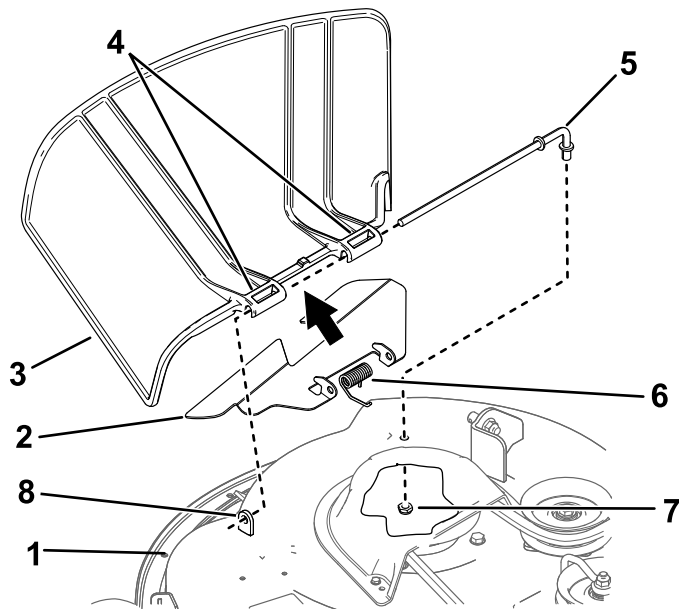

Figura 76
1. Remova a porca ($\frac{3}{8}$ pol.) da barra debaixo do cortador (Figura 76).
2. Faça deslizar a barra para fora da parte saliente curta, da mola e da articulação de relva (Figura 76).
4. Instale o novo defletor de relva (Figura 76).
7. Deslize a barra através do segundo suporte do defletor de relva (Figura 76).
9. Fixe a extremidade traseira da barra ao cortador com uma porca ($\frac{3}{8}$ pol.), como se mostra na Figura 76.